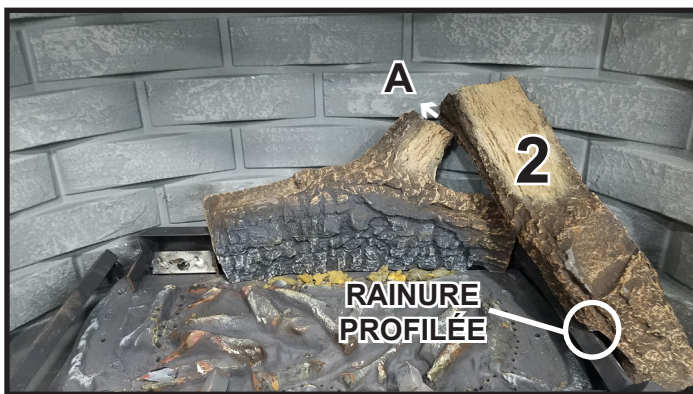

Figure 3
ÉTAPE 2. BÛCHE N° 2 (SRV2106-703) : Montez la bûche n° 2 sur la branche supérieure de la bûche n° 1 (A). Faites reposer la rainure formée de la partie inférieure de la bûche sur la grille. Il faudra peut-être incliner la bûche n° 1 vers l'avant pour qu'elle s'engage correctement avec la bûche n° 2. Voir la figure 3.